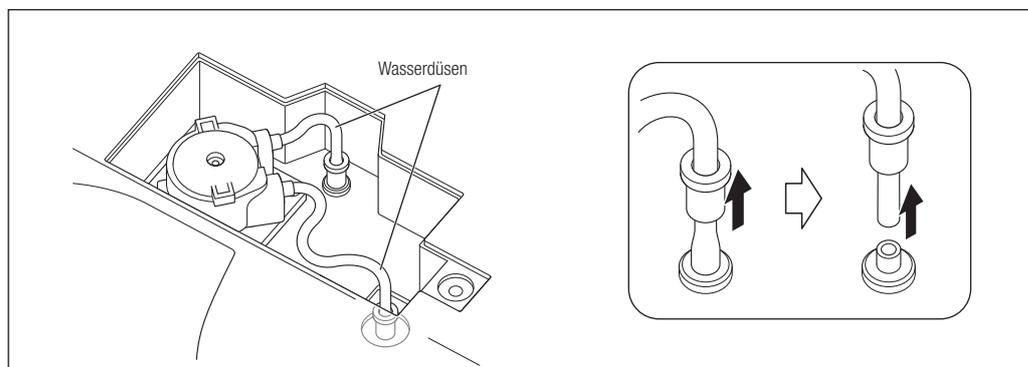

Abb. 51
- 3) Trennen Sie die beiden Wasserdüsen von der Steuereinheit (Abb. 51).
- 8) Montieren Sie die Wasserdüse, indem Sie die Schritte zum Entfernen in umgekehrter Reihenfolge ausführen. Drücken Sie den Verbindungsring fest in die Steuereinheit, bis er fest sitzt (Abb. 51).